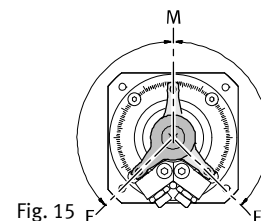

Fig. 15
5. Предпочтительно использовать одинаковый угол относительно оси симметрии M DSM (Fig. 15). Это способствует более плавному повороту вправо-влево.